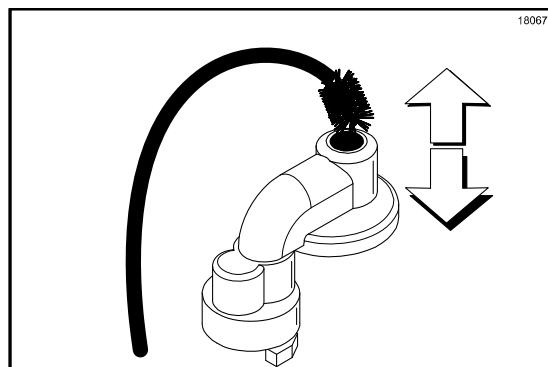

Abbildung 86
8. Die schwarze Bürste in den unteren Teil des Einlassventils einführen und den Bereich, insbesondere auch den Bereich der Stahlkugel, durch Hin- und Herbewegen der Bürste gründlich säubern. (Siehe Abbildung 86.)